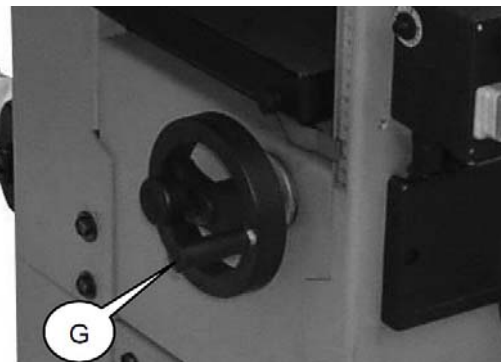

Fig.27: Mesa de regrueso de volantes
Paso 8: Utilice el volante (G, Fig.27) para ajustar el grosor mesa nido a la altura deseada.